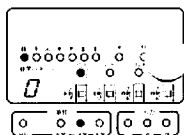

図4-2
③「▲」「▼」キーで曜日表示の「日」を点滅させ(図4-2)「▷」キーを押してください。